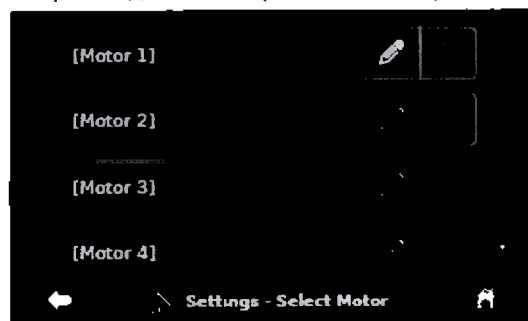

Рисунок 14 – Экран выбора двигателя
2. В списке двигателей нажмите на название двигателя, который необходимо отредактировать (Рисунок 14).